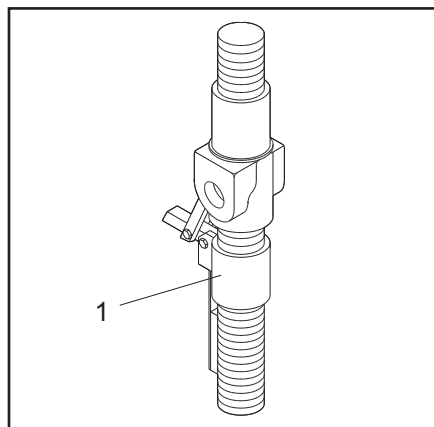

Fig.16 - Abb.16
- in caso di rottura della chiocciola portante, interviene la chiocciola di sicurezza (rif.1, fig.16).
- in the case of damage to the load-bearing nut, a safety nut (ref.1, fig.16) is automatically engaged.
- écrou de sécurité intervenant en cas de rupture de l'écrou porteur (rep. 1 fig. 16)
- bei Bruch der Hauptgegenmutter wird die Notgegenmutter schalten (Vgl. Nr.1, Abb. 16).
- en caso de rotura del tornillo patrón, interviene el tornillo de seguridad (ref.1, fig. 16).